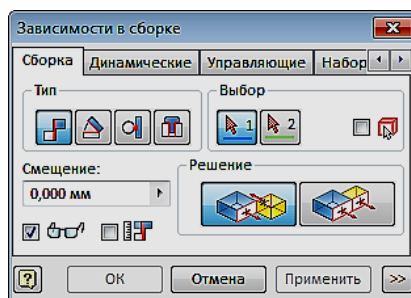

Рис. 3.48. Выбор зависимости в сборке
2. Выберите на ленте вкладку «Сборка» ► панель «Положение» ► «Зависимость»  (рис. 3.48).
3. На вкладке «Сборка» в поле «Тип» выберите «Совмещение» . В поле «Решение» выберите кнопку «Совмещение»  (рис. 3.48).